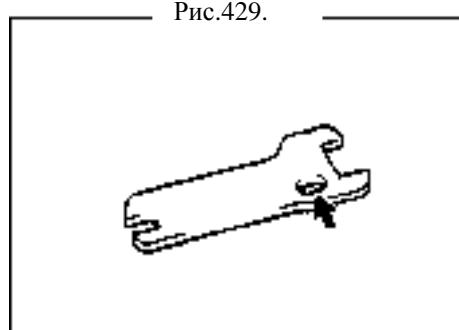

Рис.429.
17. Установите опорный рычаг колодки стояночного тормоза (LH)(Рис.429).